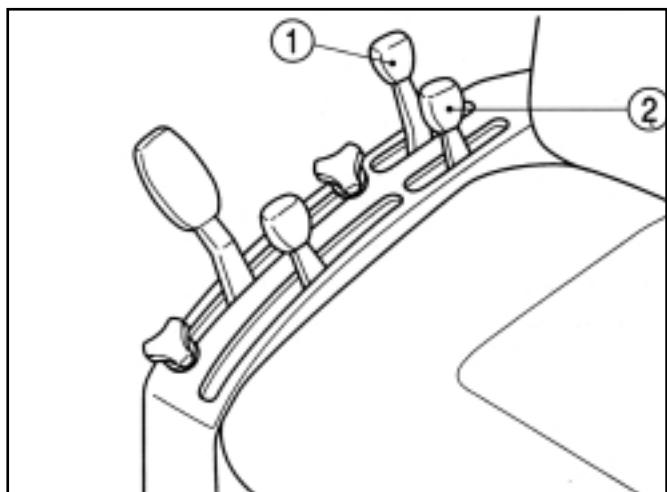

FIG. 33 / ABB. 33 / FIG. 33
Le levier (1) dans la Fig. 33 commande le changement de la position de l'accessoire lorsque l'accessoire en question est lié au premier groupe de raccords. Le levier (2) commande le changement de la position de l'accessoire lorsque l'accessoire en question est lié au second groupe de raccords (seulement pour l'équipement à deux valves).
Der Steuerhebel (1) in Abb. 33 dient zum Heben und Senken, wenn das betroffene Gerät mit dem ersten Satz von Anschlüssen verbunden ist. Hebel (2) steuert den zweiten Zusatzhydraulikkreis (nur bei Zweikreissystem).
De ene hendel (1) in Fig.33 regelt de stand van de werktuigen wanneer het eerste stel koppelingen gebruikt wordt. De andere hendel (2) in Fig.33 regelt de stand van de werktuigen wanneer het tweede stel koppelingen gebruikt wordt (enkel bij de uitrusting met twee ventielen).